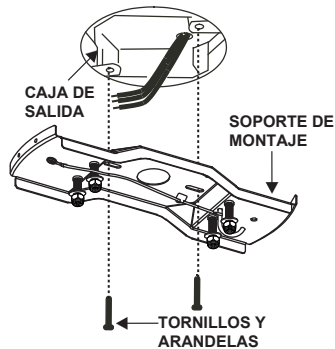

Fig. 4
Step 1. Una la abrazadera de montaje a la caja de salida con los dos tornillos y las dos arandelas que vienen con el ventilador, asegurándos que la abrazadera esté apretada y segura. (Fig. 4)